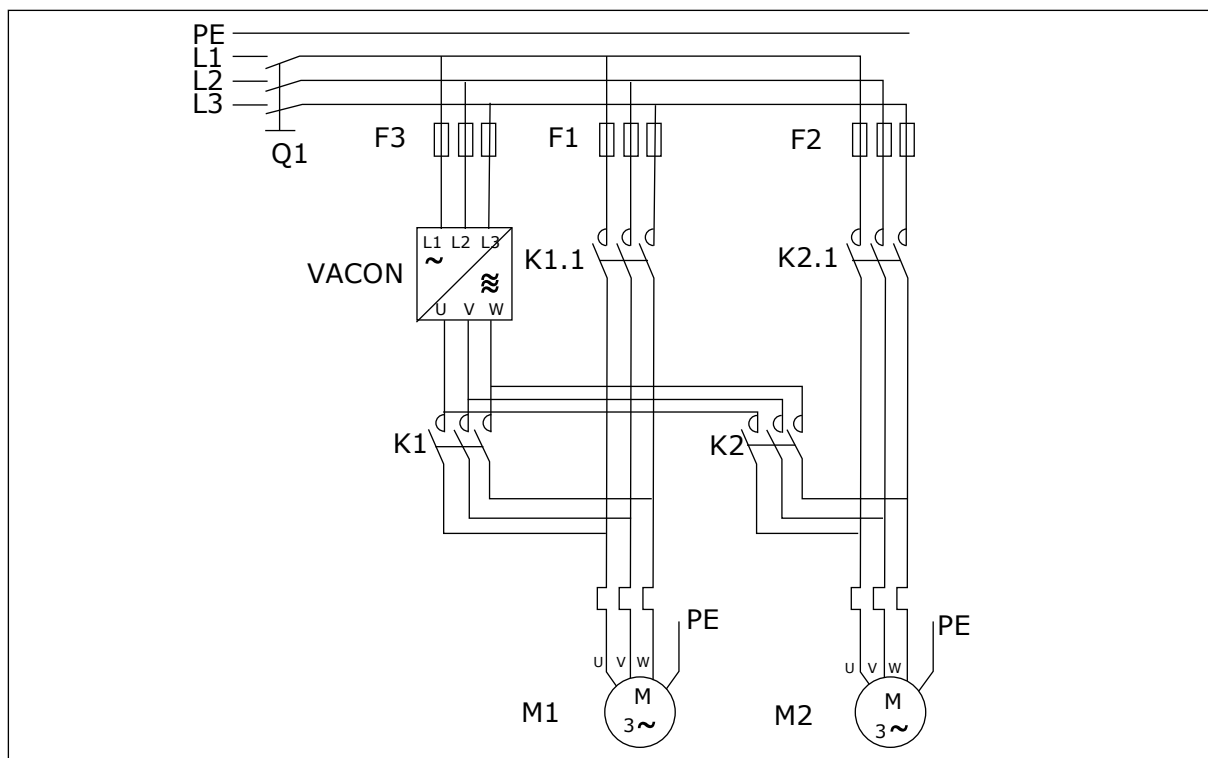
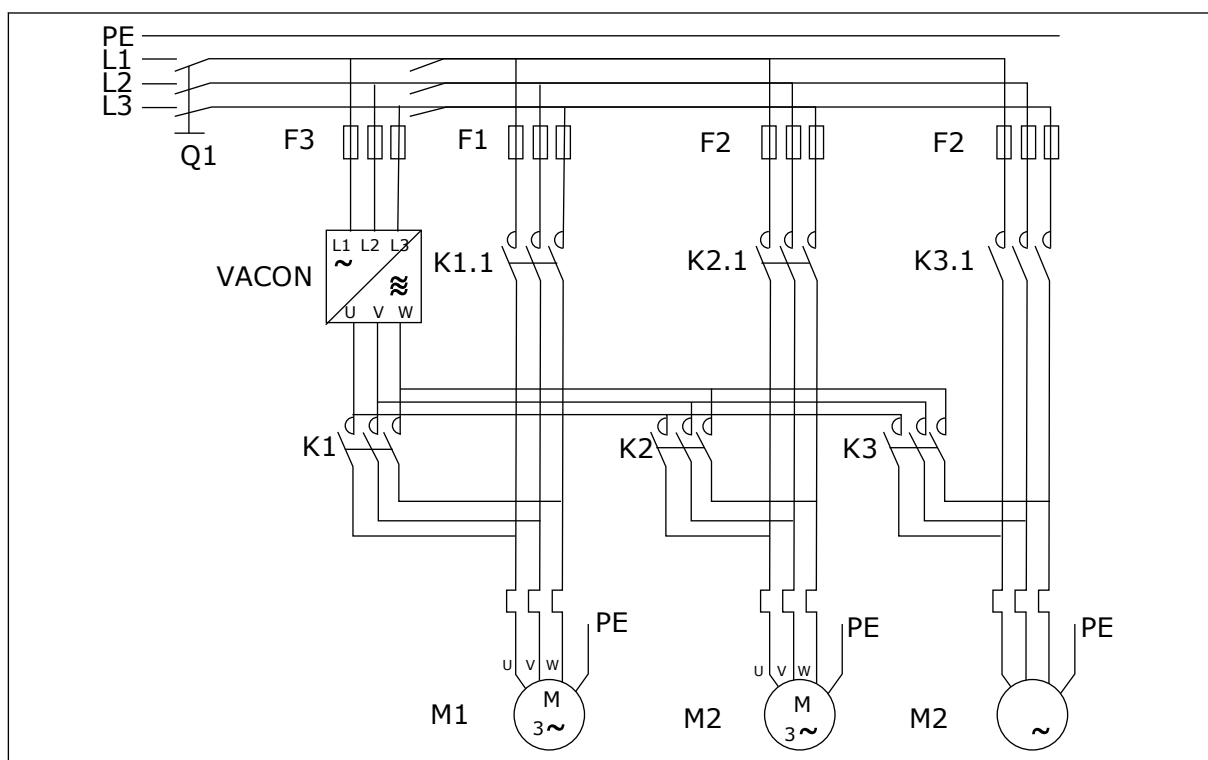

Рис. 98: Пример автозамены в системе с 2 насосами, основная схема
Рис. 99: Пример автозамены в системе с 3 насосами, основная схема
- Внешние контакторы, управляемые через релейные выходы преобразователя частоты, используются для подключения приводов к преобразователю частоты или к сети электроснабжения. Если двигатель, управляемый преобразователем частоты, включен в последовательность автозамены, он обязательно будет управляться через тот релейный выход, который был активирован первым. Релейные выходы, активированные позднее, управляют работой вспомогательных приводов (см. *Рис. 98 Пример автозамены в системе с 2 насосами, основная схема* и *Рис. 99 Пример автозамены в системе с 3 насосами, основная схема*).
(с 2-проводным передатчиком) и Рис. 98 Пример автозамены в системе с 2 насосами, основная схема.